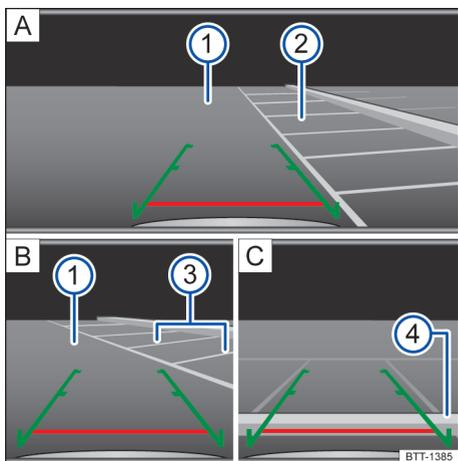

Fig. 107 Exibição do display do sistema do rádio: estacionar com a câmera de marcha a ré.
- Posicionar o veículo na frente da vaga de estacionamento → Fig. 107 ② [A].
- Conduzir para trás lentamente e manobrar de modo que as guias verdes laterais conduzam entre as linhas de delimitação da vaga de estacionamento delimitada ② [A].
- Alinhar o veículo na vaga de estacionamento selecionada de modo que as guias verdes laterais fiquem em cima das linhas de limitação lateral ③ [B].
- Parar o veículo, quando a linha vermelha atingir a limitação traseira ④ [C].
Legenda para → Fig. 107: